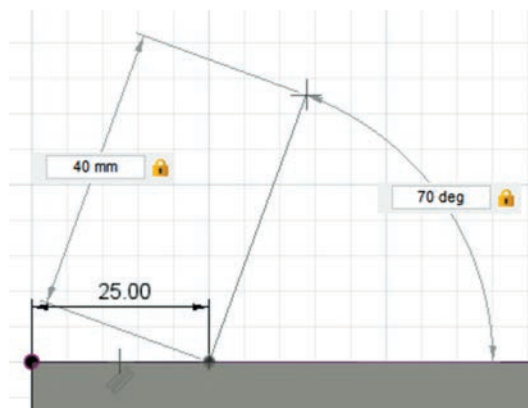

Рис. 55. Изображение первого отрезка «пути»
3.6. Далее начертим ещё один отрезок длиной **40 мм** и углом наклона **70°** (для переключения между окнами задания длины и угла наклона используется клавиша **Tab**) (рис. 55).